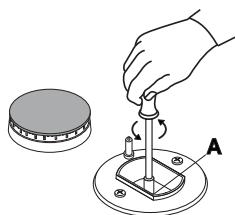

Fig.6
- vissez au meuble les 2 vis "A" (fournies), veillez au respect des distances indiquées figure 6 et laissez les têtes de vis dépasser du bois de 1,5 mm;
2. dévissez les injecte (figure 6) urs à l'aide d'une clé à tube de 7 mm et remplacez-les par les injecteurs adaptés au nouveau type de gaz (voir tableau 1 "Caractéristiques des brûleurs et des injecteurs").
Les tables de cuisson B 30TC 138/CS BNV sont équipées de deux arrivées d'alimentation gaz (voir fig.6 détails P1 et P2) qui commandent 2 brûleurs chacune ; il faut par conséquent les raccorder toutes deux au réseau de distribution du gaz.